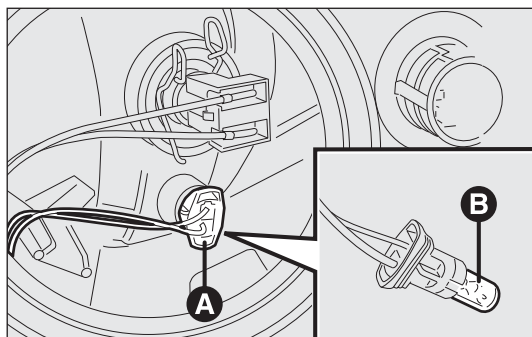

fig. 187
- estrarre il gruppo portalampana A-fig. 187 montato a pressione; sfilare la lampada B e sostituirla;
- reinserire il gruppo portalampana A-fig. 187 a pressione;